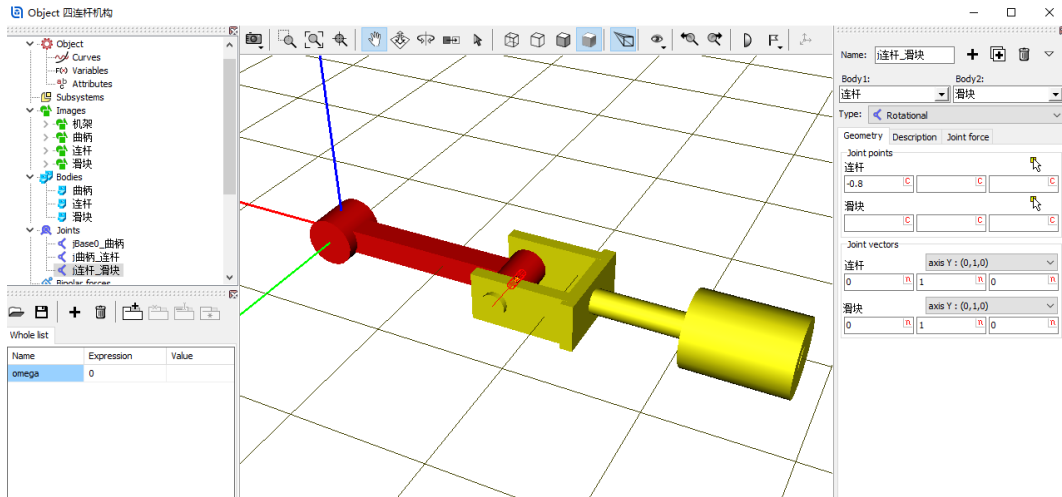

图 2-58
- 14) 创建第三个铰，**Body1** 选择**连杆**，**Body2** 选择**滑块**，**Type** 选择 **Rotational**，**Joint points** 分别为 $(-0.8, 0, 0)$ 和 $(0, 0, 0)$ ，**Joint vector** 都选择 **Y** 轴，如图 2-58。表示将滑块的原点与连杆局部坐标系的点 $(-0.8, 0, 0)$ 重合，滑块绕通过该点与连杆局部坐标系 Y 轴平行的 Y' 轴可以转动，并且滑块的 Y 轴与之平行（重合）。